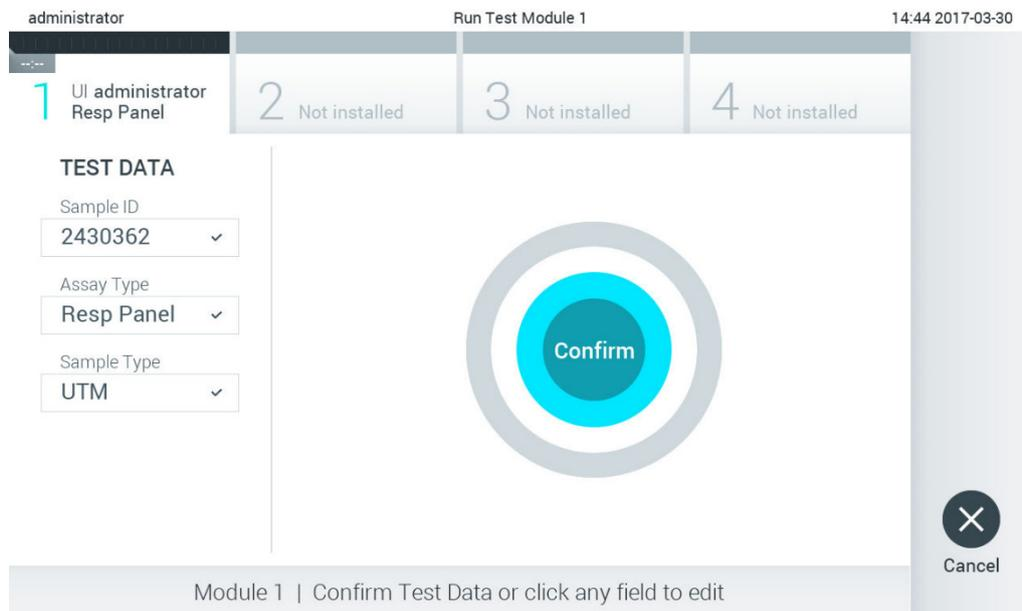

図 26. 確認画面。
5. 確認画面が表示されます。入力したデータを見直します。そして、タッチスクリーンの該当するフィールドを押し、当該情報を編集して、必要な変更を行います（図 26）。